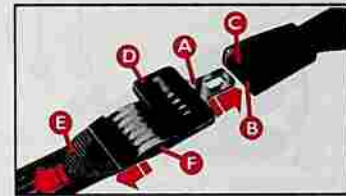

fig. 10
- pour serrer: tirer l'extrémité **E**-fig. 10